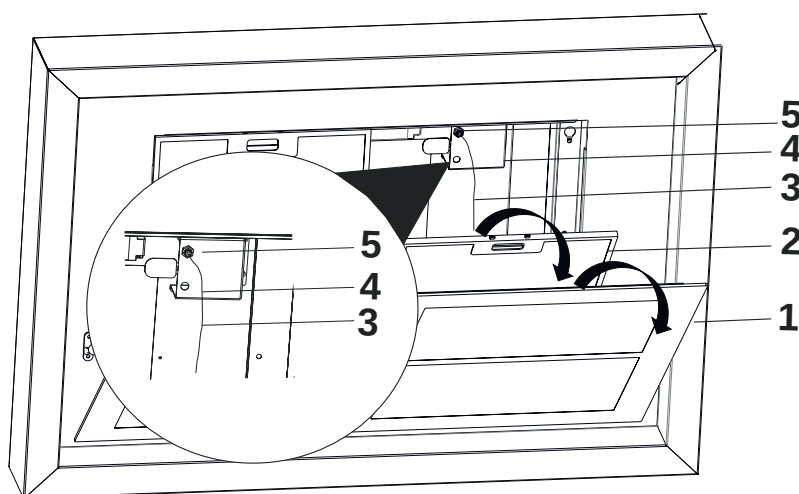

Fig. 25
**9.** ➤ Luta ut kantsugplattan genom att ta tag i hörnen och dra försiktigt i den (Fig. 25/1).
Ta bort fettfiltrena (Fig. 25/2) och dra stålvejarna genom säkerhetslåsen uppifrån och ner (Fig. 25/5). Gör detta med alla de 4 medföljande stålvejarna.